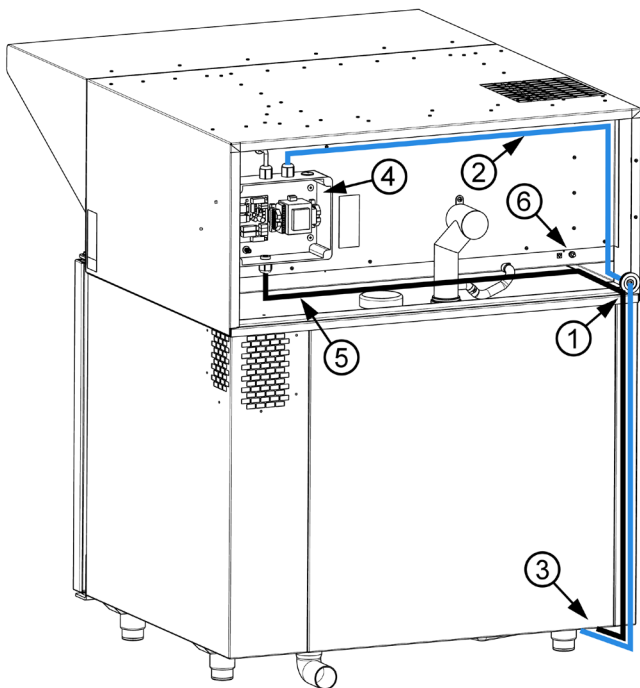

Abbildung 6: Rückseite der Haube - Typ 0610
Auf der Rückseite der Haube befindet sich eine M6-Schraube (6) für den Potentialausgleich, siehe Abb. 6. Verbinden Sie diese mit der Potentialausgleichsleitung.
Auf der Rückseite der Haube befindet sich ein Kunststoffverteiler (4) mit einem UTP-Steuerkabel (2) mit Steckverbinder RJ-45 (siehe Abb. 6).
Schneiden Sie eine kreuzförmige Öffnung in die Gummitülle (1) an der Kante der Haube. Verlegen Sie das UTP-Kabel (2) durch die Öffnung und führen Sie dieses in Richtung der hinteren linken Ecke des Gerätesockels (3) (siehe Abb.6)
Auf der Rückseite der Haube (siehe Abb.6) befindet sich ein Kunststoffverteiler (4), aus dem 3 x 1,5 mm² Netzkabel (5) mit losen Leitungen hervorgeht. Führen Sie dieses Kabel auf die gleiche Weise wie das UTP-Kabel durch die Gummitülle.